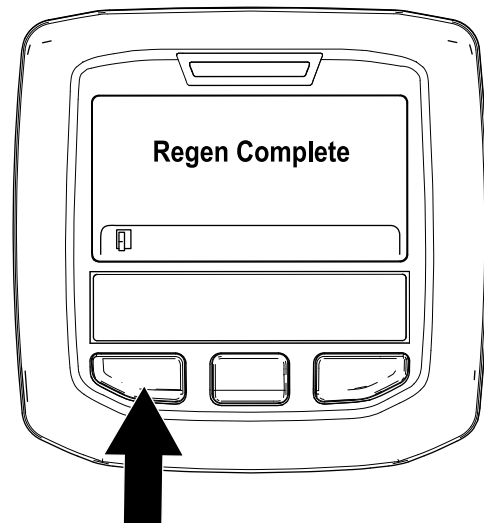

Figura 51
9. El proceso de restauración con la máquina estacionada finaliza cuando aparece el mensaje "Regen Complete" (Restauración finalizada) en InfoCenter: Pulse el botón izquierdo para volver a la pantalla de inicio (Figura 51).